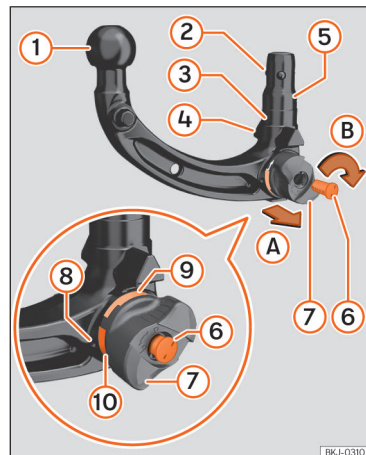

Рис. 155 Загальний вигляд: знімний вузол тягово-зчіпного пристрою.
1. На випадок, якщо вам знадобиться дублікат ключа >>> **рис. 155 ⑥**, перед першим використанням знімного вузла тягово-зчіпного пристрою запишіть номер, який на ньому вигравіруваний.
4. Перевірте, чи чистими та чи в нормальному стані є корпус, поворотна ручка >>> **рис. 155 ⑧**, штифт ⑤ і стопорні кульки ② тягово-зчіпного пристрою. За необхідності почистьте їх.
- Червона позначка >>> **рис. 155 ⑩** на поворотній ручці узгоджена із зеленою позначкою ⑨ на тягово-зчіпному пристрої.
- Поворотна ручка ⑧ перебуває на відстані щонайменше 4 мм (0,2 дюйма) від тягово-зчіпного пристрою.
- Усі стопорні кульки ② можна повністю зафіксувати на штифті ⑤.
- Ключ ⑥ знаходиться всередині замка, стрілка на ключі вказує на символ відкритого замка на поворотній ручці ⑧, ключ не витягується.
1. Відкрийте кришку замка >>> **рис. 155 ⑦** і вставте ключ у паз.
2. Повертайте ключ ⑥ проти годинникової стрілки, поки стрілка на ключі не вкаже на символ відкритого замка на поворотній ручці ⑧.
3. Утримуйте тягово-зчіпний пристрій однією рукою. Другою потягніть поворотну ручку ⑧ у напрямку А.
4. Поверніть витягнуту поворотну ручку ⑧ у напрямку В до упору.
Після натягування тягово-зчіпного пристрою не змінюйте положення поворотної ручки >>> **рис. 155 ⑧**. При блокуванні тягово-зчіпного пристрою поворотна ручка повертається у початкове положення і може спричинити травму >>> **▲**.
- Зелена позначка на поворотній ручці ⑨ спрямована вгору.
- Тягово-зчіпний пристрій заблокований, і ключ ⑥ можна виїняти.
- Між поворотною ручкою ⑧ і тягово-зчіпним пристроєм відсутній зазор.
3. Щоб замкнути тягово-зчіпний пристрій, поверніть ключ ⑥ за годинниковою стрілкою.
4. Закрийте кришку замка ⑦.
- Зелена позначка на поворотній ручці >>> **рис. 155** ⑨ спрямована вгору.
- Поворотна ручка ⑧ приєднана до тягово-зчіпного пристрою – її можна перевести в закрите положення.
- Тягово-зчіпний пристрій заблоковано, і ключ ⑥ виймається.
- Поворотна ручка ⑧ не витягується вбік.
- Не використовуйте тягово-зчіпний пристрій, якщо діаметр його кульового накопичника >>> **рис. 155** ① в будь-якій точці менший за 49 мм (1,9 дюйма).